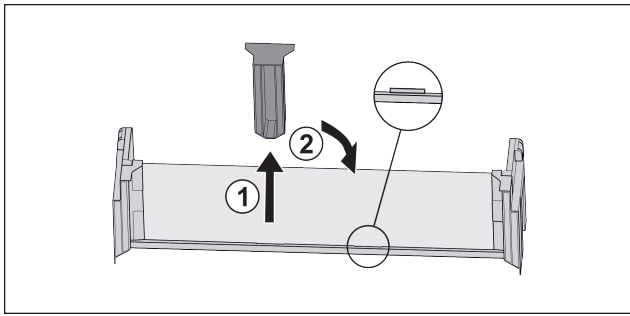

Fig. 22 *
- ▶ Retire la pieza de sujeción del medio Fig. 22 (1).*
- ▶ Inserte la pieza de sujeción central en la segunda posición Fig. 22 (2).*